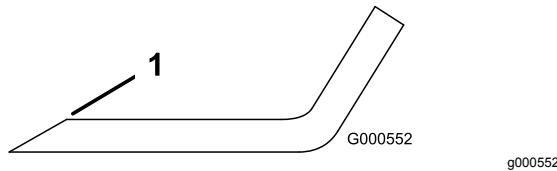

Figura 117
1. Utilice una lima para afilar el filo de corte en ambos extremos de la cuchilla (Figura 117).
Nota: Si la cuchilla no está equilibrada, rebaje algo el metal en la parte de la vela solamente (Figura 117).